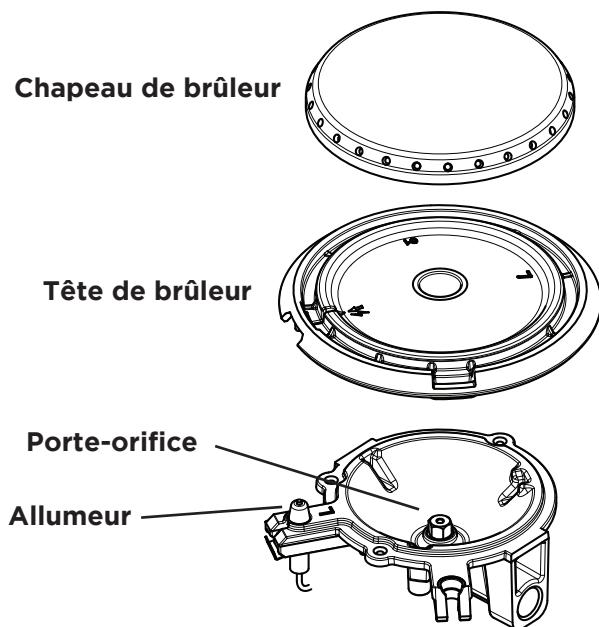

Figure 1: Chapeau de brûleur, tête de brûleur, allumeur et orifice
La taille et le type d'ustensiles de cuisine utilisés auront une influence sur la température nécessaire pour obtenir de meilleurs résultats de cuisson. Veiller à suivre les recommandations pour l'utilisation des ustensiles de cuisine comme illustré dans Figure 1 et Figure 2.
Vérifier sa planéité en faisant tourner une règle sur le fond de la casserole (voir Figure 1). Les ustensiles de cuisine doivent avoir des fonds plats qui sont bien en contact avec toute la surface de l'élément de chauffage (voir Figure 2).
- Appuyer sur le bouton de commande correspondant et tourner dans le sens antihoraire hors de la position < OFF > (FERMÉ) (Figure 1).